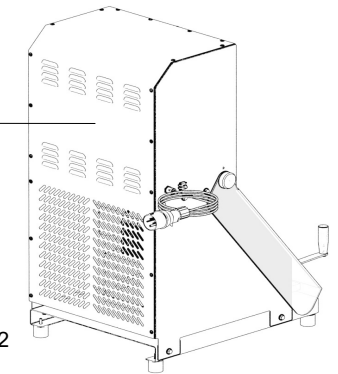

Fig. 1.7.2
1.7.1 - Plaques d'avertissement et de signalisation de danger (fig. 1.7.2)